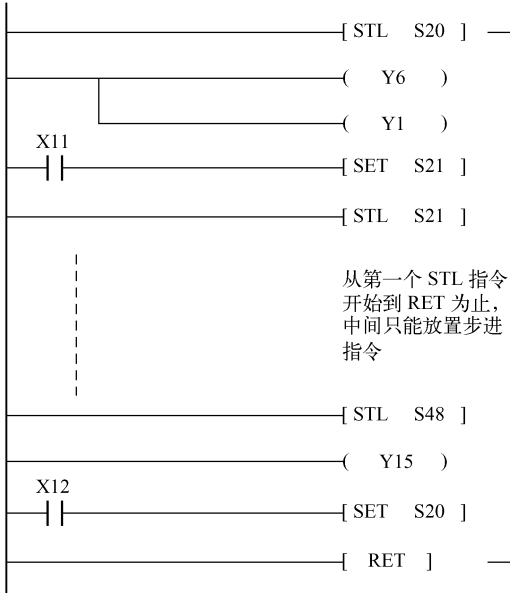

图 5-27 最后一条 STL 指令结束处的 RET 指令
(1) 每个状态继电器具有三种功能：驱动相关负载、指定转移条件和转移目标。
(2) STL 触点与母线相连接，使用该指令后，相当于母线右移到 STL 触点下面，并延续到下一条 STL 指令或者出现 RET 指令为止，如图 5-27 所示。同时该指令使得新的状态置位，原状态复位。